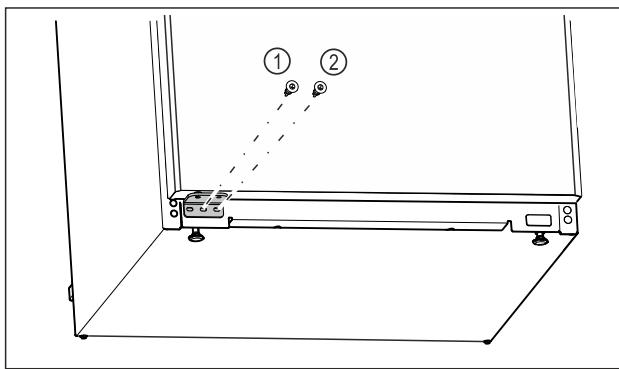

Fig. 21
- Shtrëngoni vidën e mesit të bazamentit mbështetës Fig. 21 (1) me kaçavidë Tork 20.
- Shtrëngoni vidën e brendshme të bazamentit mbështetës Fig. 21 (2) me kaçavidë Tork 20.